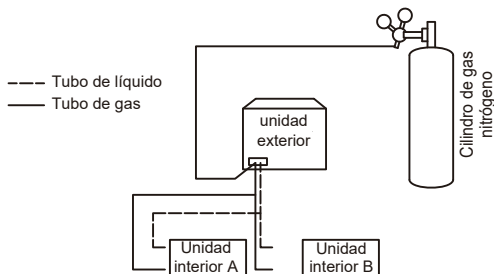

Figura 5.15
- Utilice tapones ciegos para bloquear todas las aperturas del lado del líquido (gas), salvo la apertura en la unidad interior que está más lejos de las unidades exteriores («Unidad interior A» en Figura 5.15).